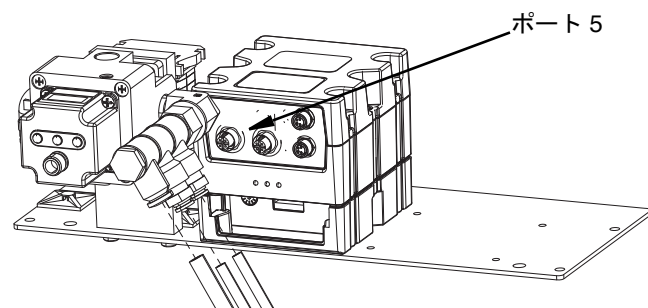

図 9
4. FCM 1 のポート 5 からコネクタを外してください。図 9 を参照してください。